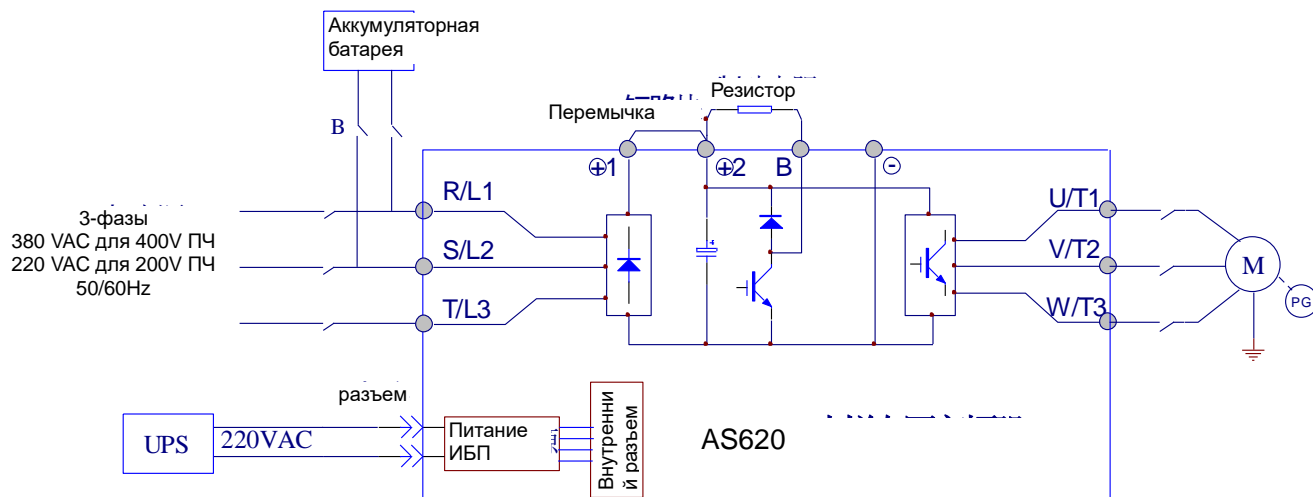

Рис. 4.9 Схема подключения аварийного питания и аккумуляторной батареи при сбое питания
- 2) Схема подключения ИБП и аккумуляторной батареи, см. рис. 4.9.